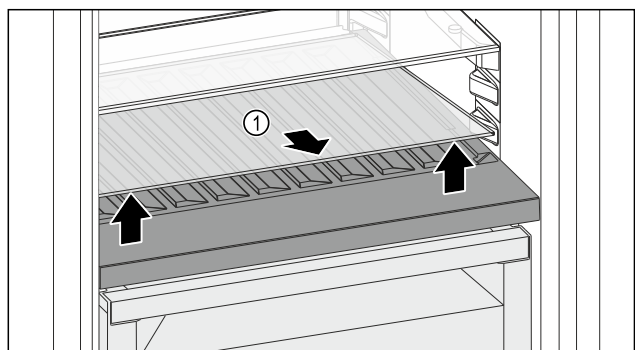

Fig. 80
- Glasplatte Fig. 80 (1) an der Aussparung vorne anheben und herausnehmen.
- Glasplatte Fig. 80 (1) außerhalb des Geräts sicher aufbewahren.